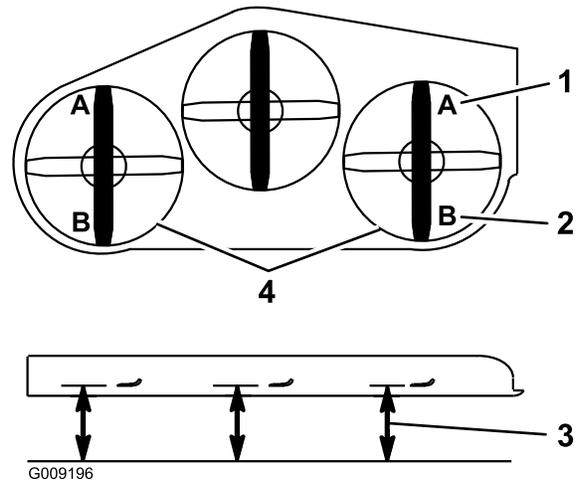

図 99
9. デッキの左右両側で、**図 99**に示すように、水平な床面から各ブレードの刃先までの高さを測定するA位置。